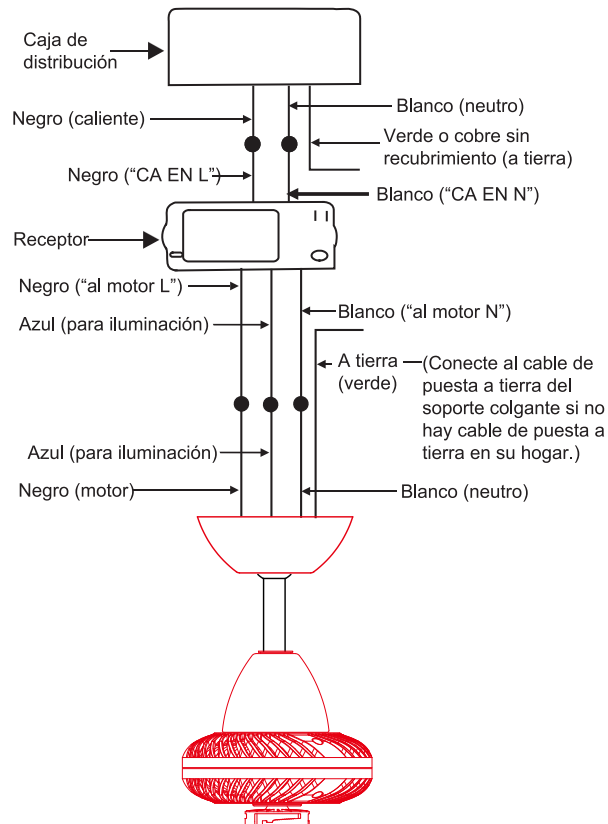

Fig. 13
Paso 2. Conexiones eléctricas del motor al receptor: (Fig. 13)
Paso 3. (Fig. 13) Conexiones eléctricas del receptor a los cables de alimentación del hogar:
Paso 4. (Fig. 13). Si su caja de distribución tiene un cable de puesta a tierra (verde o cobre sin recubrimiento), conéctelo a los cables de puesta a tierra del ventilador; en caso contrario, conecte el cable de puesta a tierra del soporte colgante al soporte de montaje. Asegure la conexión eléctrica con una tuerca de plástico para cable proporcionada. Después de haber conectado los cables, sepárelos de manera que el cable verde y el cable blanco queden de un costado de la caja de distribución y el cable azul y el cable negro queden del otro costado. Empuje con cuidado las conexiones de cables hacia arriba dentro de la caja de distribución.